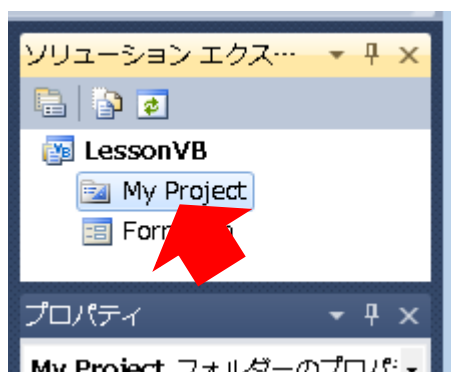

図 6 プロジェクトのプロパティウィンドウを開く(Visual Basic)
ソリューションエクスプローラの My Project をダブルクリックするか(図 6)、メニューバーから[プロジェクト]>[プロパティ (P)]をクリックしてください。
- ⑤ プロジェクトのプロパティを開きます。